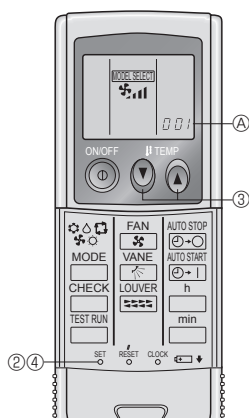

Fig. 6-3
2) Programmation (Fig. 6-3)
- ① Introduire les piles.
- ② Appuyer sur le bouton SET à l'aide d'un objet pointu. **MODEL SELECT** clignote et le numéro du modèle est allumé.
- ③ Appuyer sur le bouton temp $\odot$ $\odot$ pour programmer le numéro du modèle. Si l'opération est erronée, appuyer sur la touche ON/OFF $\odot$ et recommencer à partir du point ③.
- ④ Appuyer sur le bouton SET à l'aide d'un objet pointu. **MODEL SELECT** et le numéro du modèle s'allument pendant trois secondes puis s'éteignent.